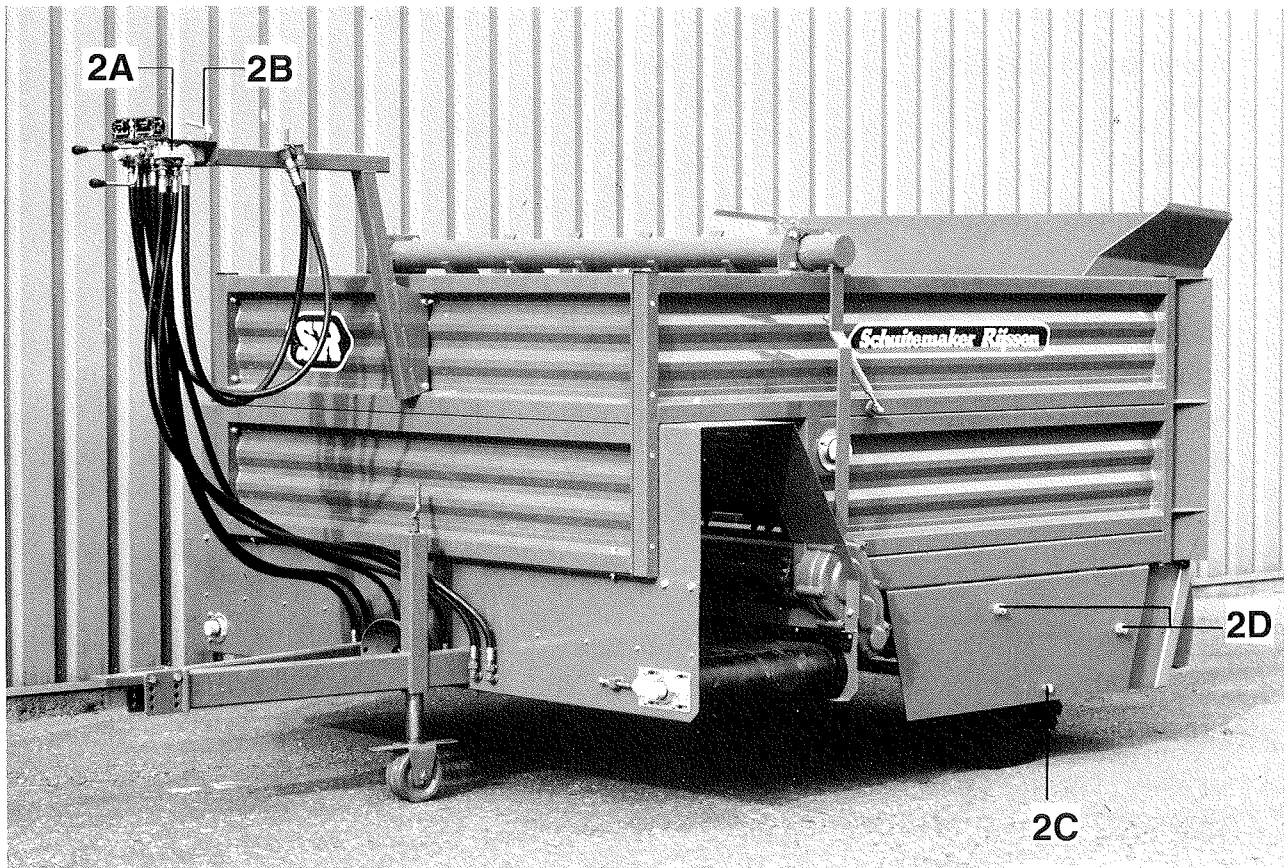

Abbildung 2: Übersicht Amigo Siloblockverteilwagen
1. Ankoppeln hinter dem Schlepper (Abb. 2)
3. Anschließen Hydraulik (Abb. 2)